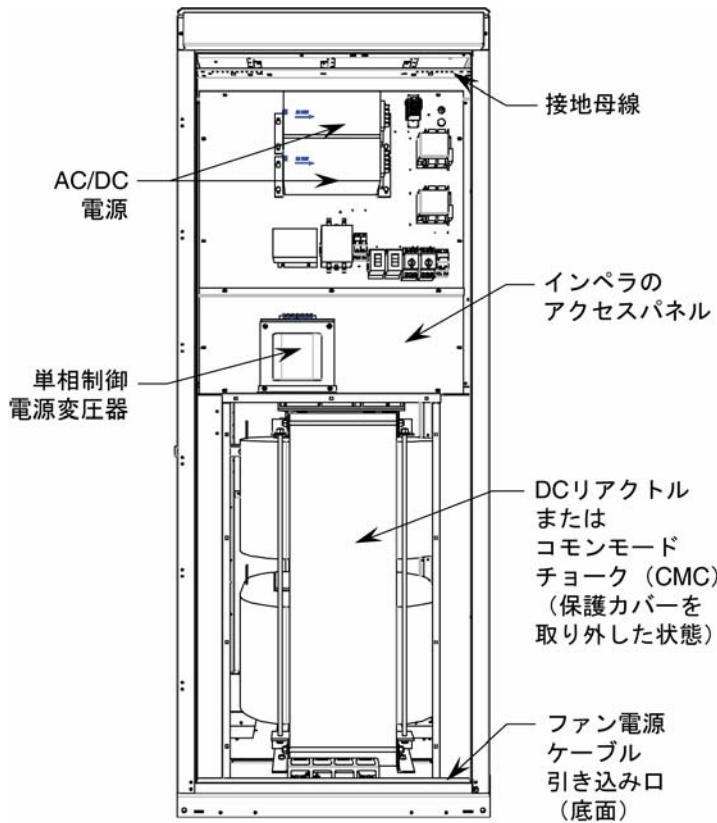

図 5.42 DC リアクトル/ファン盤
1. DCリアクトルのバリアとインペラのアクセスパネルを取り外します(図 5.42を参照してください)。入気口リングのアクセスパネルの手前にある電気コンポーネントを取り外します。